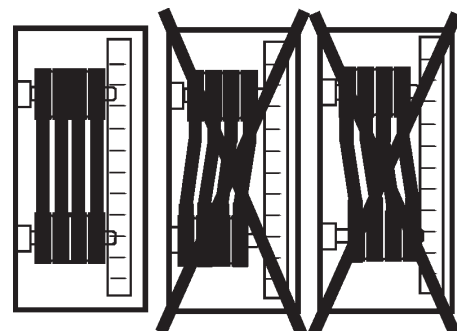

Figura 16. Bandas-V paralelas
2. Verifique que estén paralelamente uniformes (Figura 16) las bandas y poleas (roldanas). Use una regla derecha o una escuadra de maquinista contra ambas poleas y ajústelas hasta que estén igualmente alineadas.